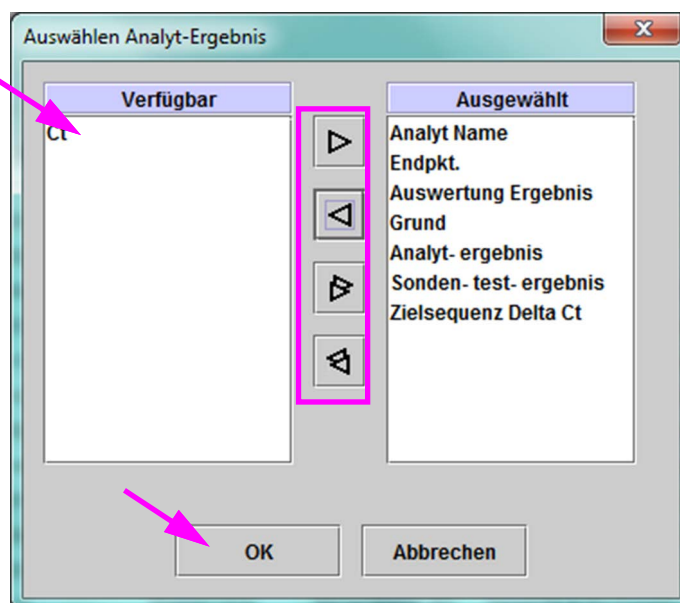

Abbildung 5-58. Dialogfeld „Select Analyte Result“ (Analyt-Ergebnis auswählen)
- Mit der Schaltfläche **Analyt-Ergebnis** kann der Benutzer bestimmte Informationen auswählen, die in den Abschnitt „Analyte Result“ (Analyt-Ergebnis) des Testberichts aufgenommen werden sollen (siehe Abbildung 5-58).